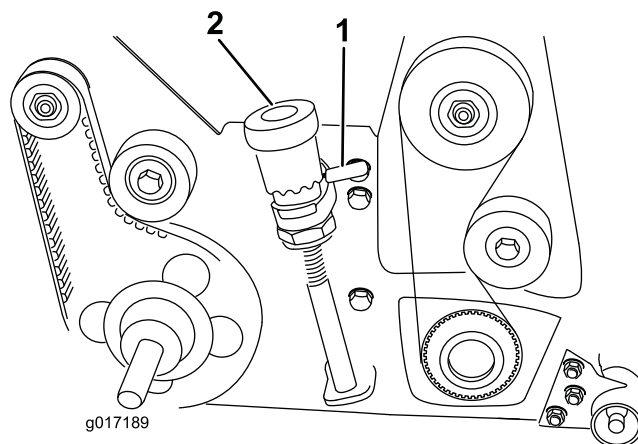
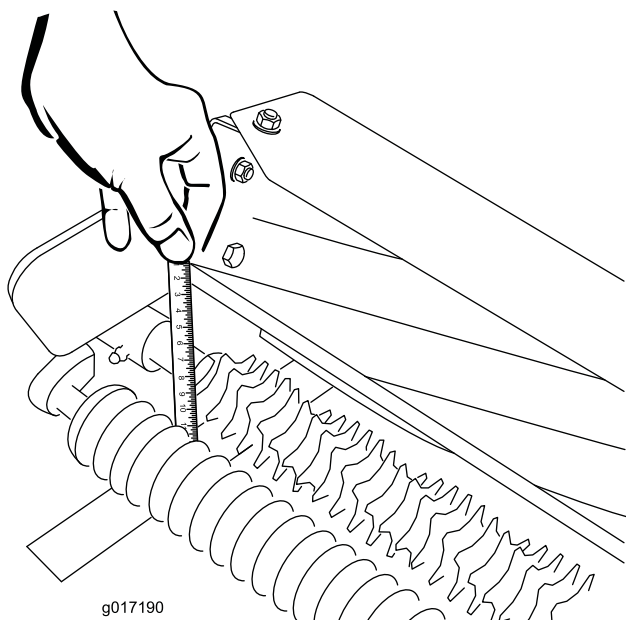

図 13
図 14
2. クイックアップレバー（左右とも）を使ってグルーマをグルーミング位置まで下げる（図13）。
3. シャフトの一端部で、ブレードの一番低い切っ先と床との距離を測る（図14）。微調整ノブを持ち上げて回す（図13）と、ブレードの先端を上下させることができる。ノブを一目盛り変えるごとに約0.17 mmの上下調整ができる。
重要 芝刈機を移動するときには、グルーマリールを上昇位置（移動走行位置）としてください。グルーミングリールを上昇させるには、左右のクイックアップレバーを後ろ向きに回します（図 13）。グルーミングリールを下げるには、クイックアップレバーを前に回す。